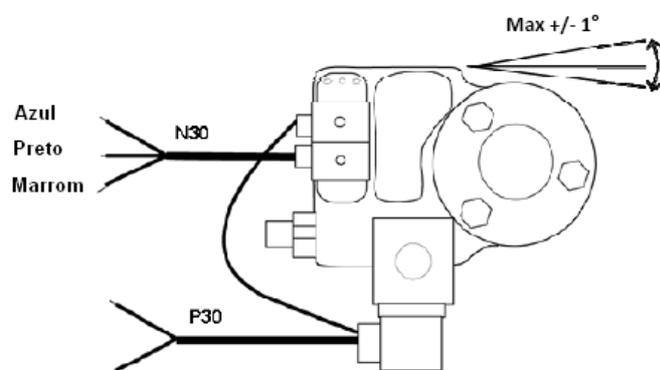

Figura 2 – Conexão elétrica do TraxOil
- ⇒ Conectar o cabo **N30** à conexão do relé, máximo 3A / 240VAC de acordo com figura 2.